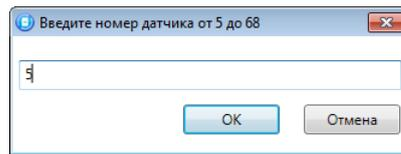

Рисунок 8.6 — Ввод номера радиоустройства
- В открывшемся окне укажите номер радиоустройства из числа еще не занятых в нумерации шлейфов и радиоустройств (в указанном диапазоне) и нажмите кнопку ОК (см. рисунок 8.6).